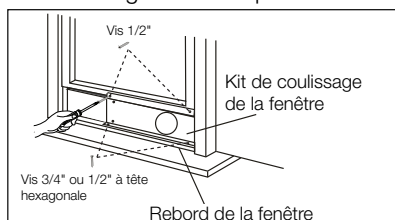

Fig. 15
3. Fermez complètement la guillotine de la fenêtre contre le kit de coulissage de la fenêtre. (Fig. 15)
4. Fixez deux vis 1/2" pour maintenir le kit de coulissage de la fenêtre à la guillotine de la fenêtre. (Fig. 15)
5. Fixez le kit de coulissage de la fenêtre au rebord (Fig. 15) :